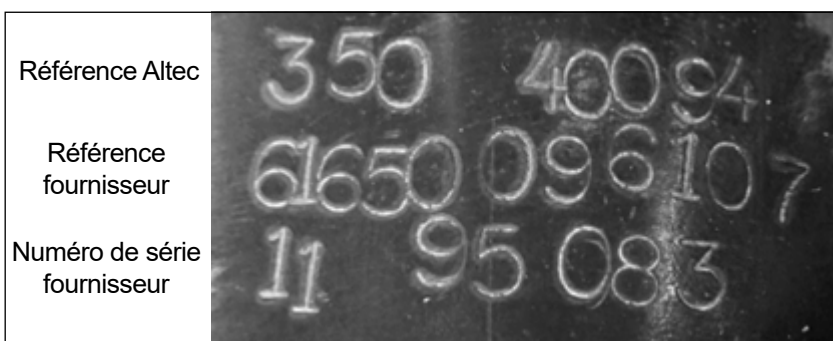

Figure 1 — Inspection du vérin de la flèche inférieure
4. Inspectez le vérin de la flèche inférieure (reportez-vous à la Figure 1) pour obtenir les informations d'identification du fabricant. Consignez les résultats de l'inspection dans le tableau ci-dessous.